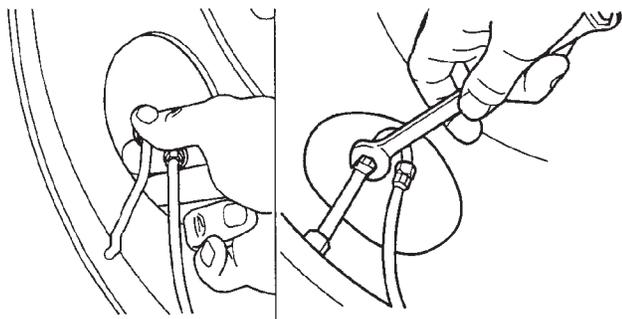

Figura 26: Sujetando las mangueras de las llantas al vástago de la válvula de la llanta
4. **Apriete** a mano la conexión manguera para llanta/vástago de la válvula (Figura 26).
5. Con una llave de 7/16 pulg., **apriete** la conexión manguera para llanta / vástago de la válvula una media vuelta adicional (Figura 26). **No sobreapriete la conexión.**